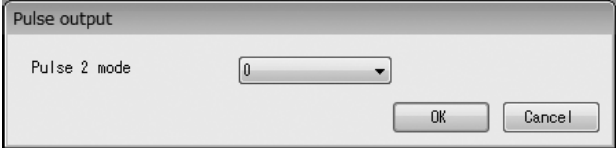

図3-36
① メニューの「Setup (S)」をクリックし、「Outputs」のドロップダウンリストの中から、「Pulse output」を選び再度クリックします。
② 次のウィンドウ（図3-36）が表示されます。ここではパルス出力のモードを設定します。